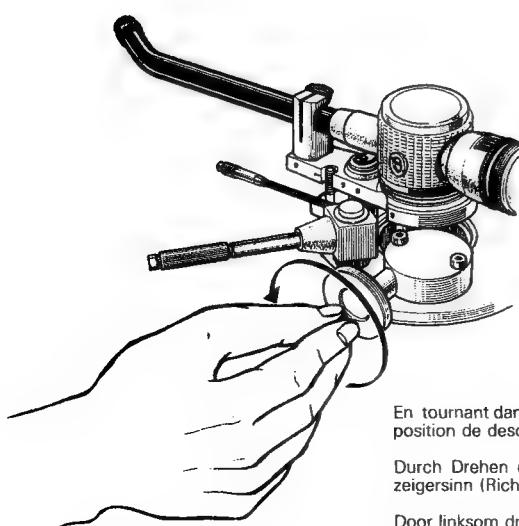

Fig. 12
3. Régler la molette qui commande la hauteur du bras de manière que le bras soit parallèle au plateau lorsque la pointe est sur le disque. (Figs. 12 ~ 13)
- Stel de toonarmhoogte-instelhendel zodanig in, dat de toonarm parallel staat met het plateau als de naald zich op de plaat bevindt. (Figs. 12 ~ 13)
- Ställ in spaken för tonarmens höjdjustering så att tonarmen är parallell med skivtallriken när nälspetsen ligger på skivan. (Figs. 12 ~ 13)